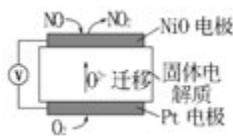

图5
通过 NO_x 传感器可监测 NO_x 的含量,其工作原理示意图如图5: ①Pt 电极上发生的是____反应(填“氧化”或“还原”); ②写出 NiO 电极的电极反应式:_____。